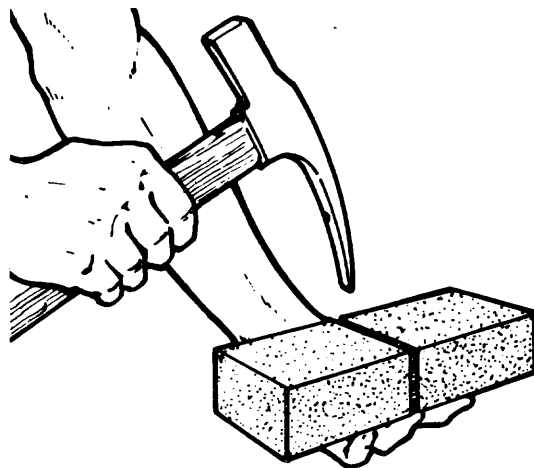

Fig. 9
4. Martillo de albañil, utilizado en trabajos generales de albañilería (fig. 9).